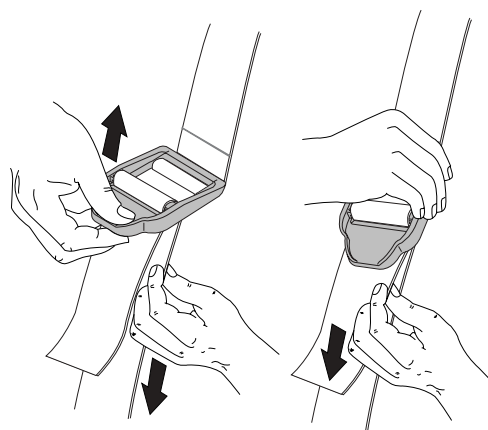

Fig. 9
4. Ajuste la longitud a la medida del operador. Tire de la lengüeta para alargarla, tire de la correa para acortarla (Fig. 9).